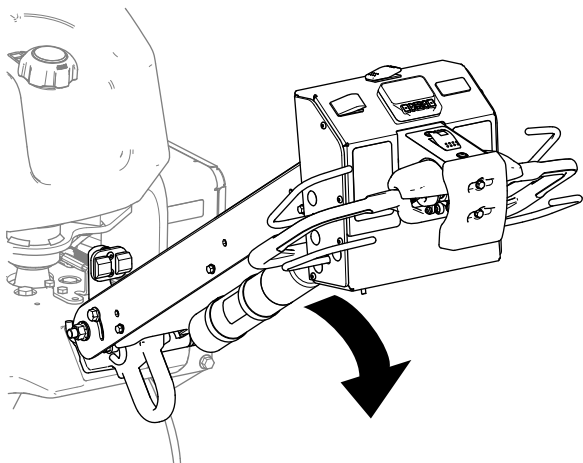

Figura 69
2. Baje el manillar para quitar el freno de estacionamiento (Figura 69).